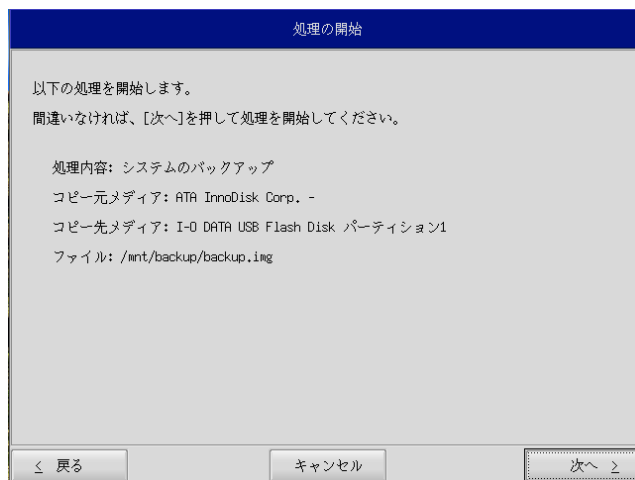

図 6-4-5. 確認画面
- ⑩ 確認画面（図 6-4-5）が表示されます。メディア、パーティション、バックアップファイルを確認します。[次へ]ボタンを押します。